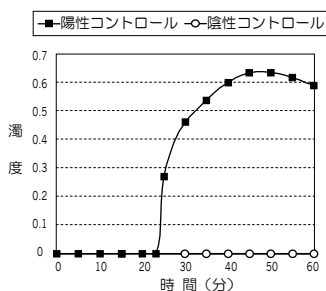

図 1. コントロールの増幅曲線パターン
- (2) 表示温度が 63℃に達していることを確認します。
- (3) 調製、分注済みの反応チューブをセットして測定を開始します。
- (4) 装置の表示画面上で陽性コントロールと陰性コントロールの濁度の上昇の有無を確認します。陽性コントロール: Positive Control NVG1 (PC NVG1) で濁度が上昇し、陰性コントロール: Distilled Water (DW) で濁度が上昇していなければ、LAMP 反応は正常に進行しています。それ以外の場合には、増幅反応が適切に進行していない可能性があるため、試薬調製からの再検査を実施してください。(図 1)